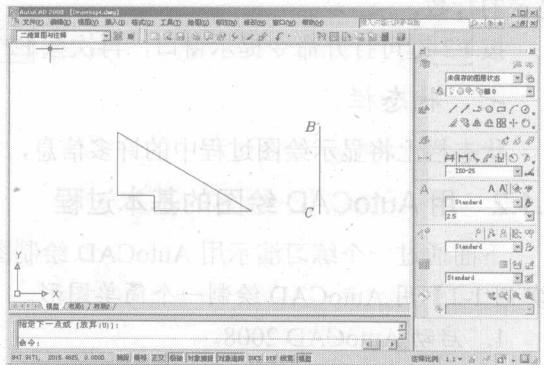

图 1-5 绘制线段 BC
5. 按 Enter 键重复绘制线命令，绘制线段 BC，如图 1-5 所示。